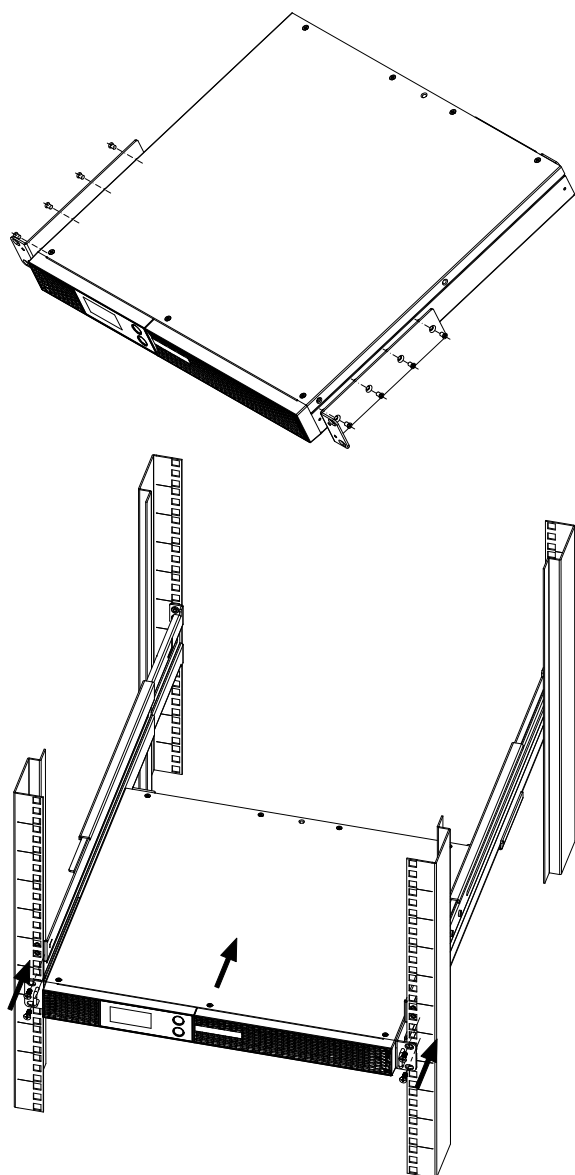

Fig. 8. Montage SPS ADVANCE R2 en armoire 19".
- Procédez de la manière suivante (voir Fig. 8) :